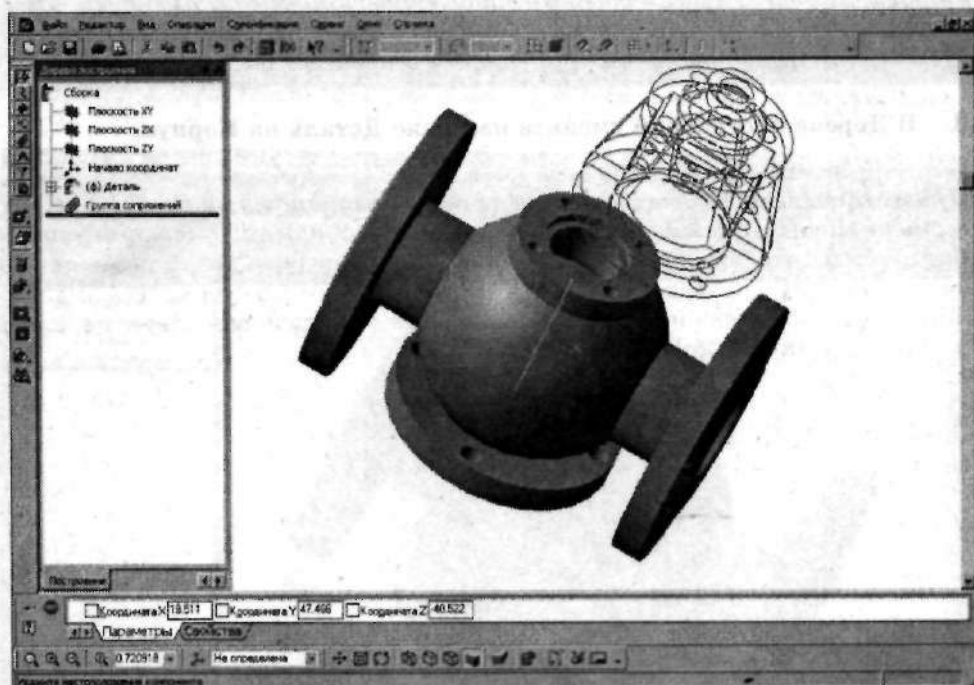

Рис. 3.5. Фантом детали *Корпус2*
2. Выберите в диалоговом окне *Корпус2* и щелкните **ОК**. В рабочем поле отобразится фантом добавляемой детали (рис. 3.5).